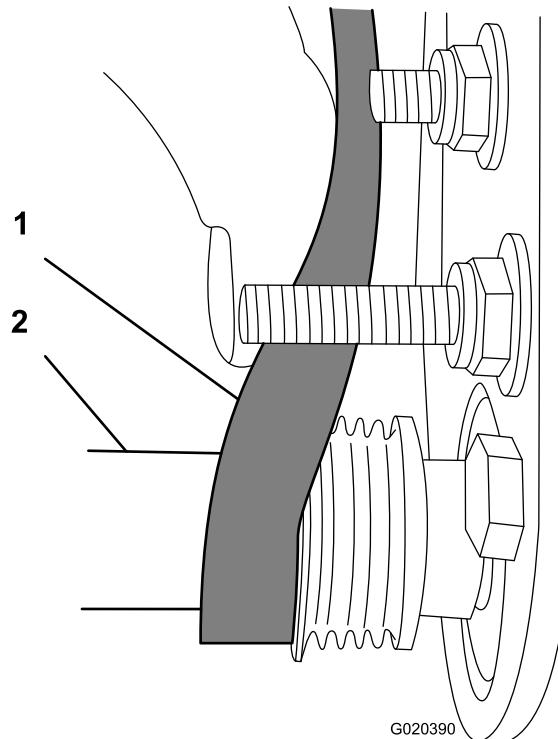

Figure 12
3. Avec une clé à douille profonde de 9/16", tournez la brosse et guidez la courroie sur la poulie menée (Figure 12).